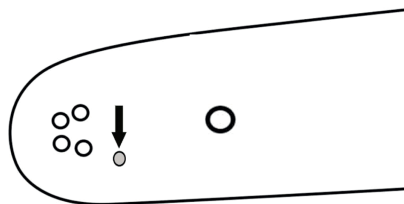

Рис. 27. Отверстие для смазки ведомой звездочки
- Ведомую звезду шины необходимо смазывать через специальное отверстие, используя шприц-масленку. Производите эту операцию перед началом пиления (рис. 27).